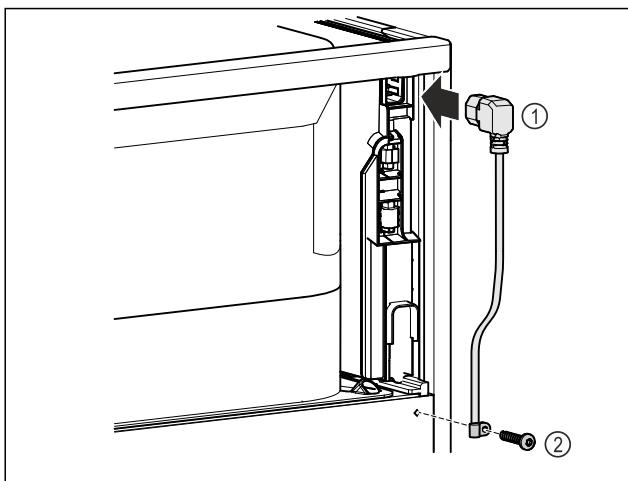

Fig. 11
- Συνδέστε την υποδοχή τροφοδοσίας του καλωδίου τροφοδοσίας Fig. 11 (1) στην πίσω πλευρά της συσκευής.
► Τοποθετήστε το ανακουφιστικό καταπόνησης. Fig. 11 (2)